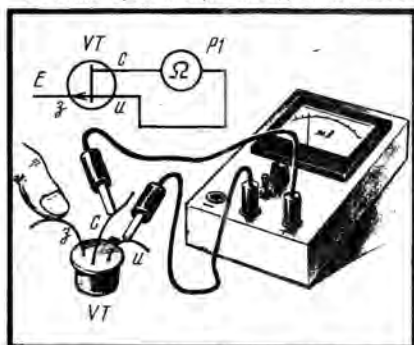

Рис. 1
**Полевой транзистор — сенсорный датчик (рис. 1).** Слово «сенсорный» означает чувствительный, поэтому можно считать, что в нашем эксперименте полевой транзистор будет выступать в роли чувствительного элемента, реагирующего на прикосновение к нему. Кстати, в телевизорах прошлых лет на передней стенке стояли сенсорные контакты, прикосновение к которым вызвало переключение на ту или иную программу.